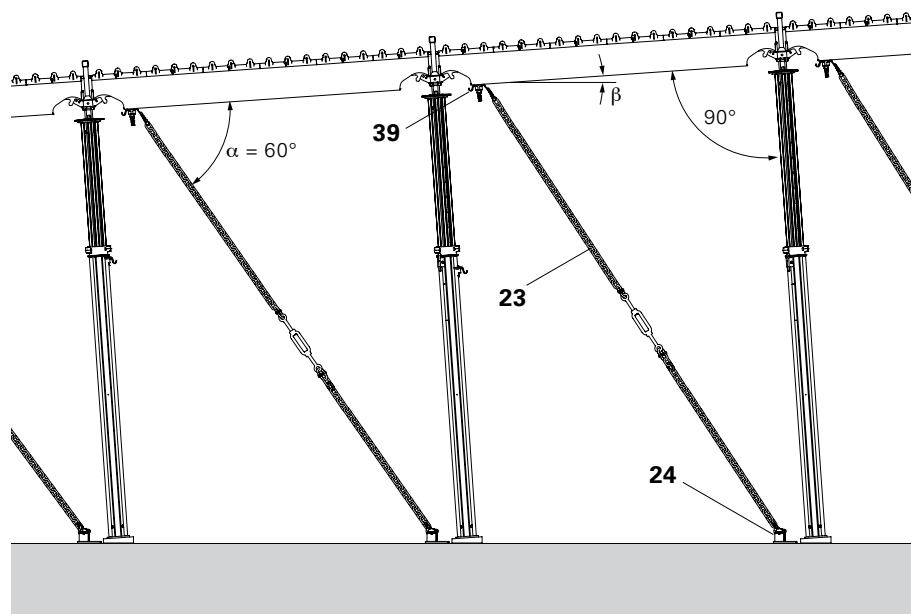

Fig. A11.01
A viga principal SLT deve ser posicionada na direcção da inclinação da laje. Alinhar os prumos com o cabeçal de caída SFK em ângulos rectos com as vigas principais SLT 225. O uso de cabeçal de apoio SSK também é possível. (Fig. A11.01)
2. Montar a placa base (24) numa superfície com suficiente capacidade de carga utilizando, por exemplo, parafuso de ancoragem PERI 14/20x130, Art.-Nr. 124777. Ter em consideração a Ficha de Dados PERI!
3. Aparafusar o olhal de tracção SAO (39) à viga principal SLT.
4. Ligar a corrente de ancoragem (23) ao olhal de tracção SAO (39).
6. Pré-tensionar a corrente de ancoragem. (Fig. A11.01)